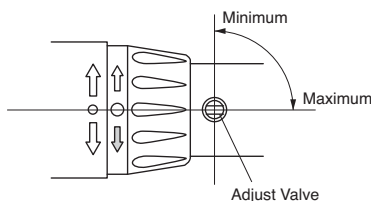

Fig. 3
**4-2. Adjusting the Rotation Speed (Fig. 3)**